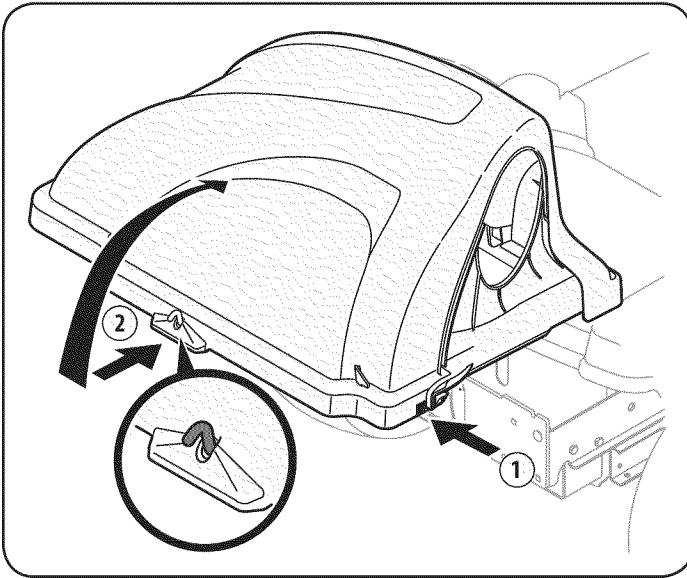

Figure 1
2. Abra la cubierta de césped empujando en la parte trasera, lado derecho de la ficha con su mano derecha, como se ve en la Figure 1. 29, y de levantar con la mano izquierda en el centro de la parte trasera, 2.